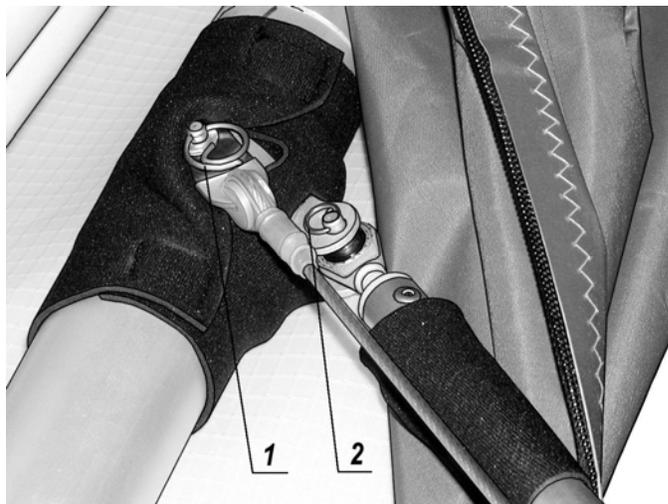

Рисунок 35
1. Полностью откройте молнию №2. Это обеспечит наилучший доступ к узлу крепления АПУ на боковой трубе (Рис. 35).